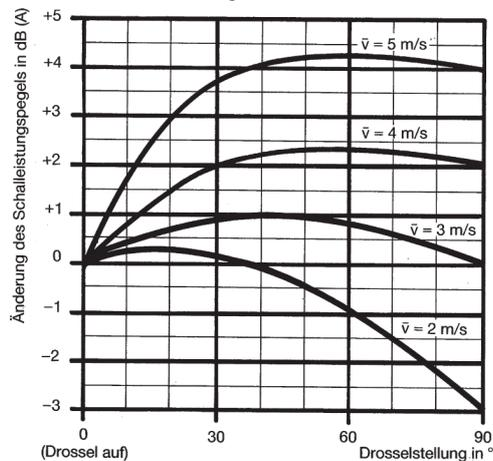

Abb. 8 Richtwerte für die Änderung des Schalleistungspegels in Abhängigkeit von der Drosselstellung und von der Luftgeschwindigkeit \bar{v} im Zuluftstutzen.
Abb. 8 zeigt, als Mittelwert über verschiedene Baugrößen, Richtwerte für die Änderungen des Schalleistungspegels gegenüber geöffneter Drossel (Abb. 4) in Abhängigkeit von Luftgeschwindigkeit \bar{v} im Zuluftstutzen und der Drosselstellung.
Bei einer Drosselstellung von 36° und einer Zuluftgeschwindigkeit im Stutzen von 4,78 m/s ergibt sich nach Abb. 8 eine Erhöhung des Schalleistungspegels um ca. 3,5 dB. Somit liegt der Schalleistungspegel der Durchlasseinheit bei $36 + 3,5 = 39,5 \text{ dB (A)}$. Der geforderte Maximalwert von 40 dB (A) wird damit nicht überschritten.